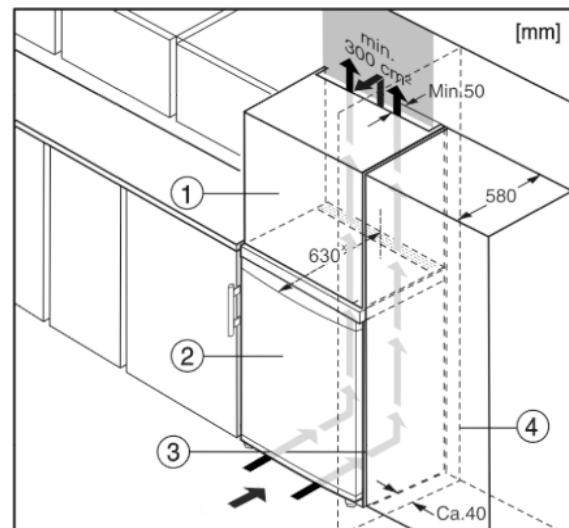

Fig. 5
Уредът може да е обграден с кухненски шкафове. За да изравните височината на уреда Fig. 5 (2) с височината на вградената кухня, над уреда може да се постави шкаф-пристройка Fig. 5 (1).
При вграждане с кухненски шкафове (дълбочина макс. 580 мм), уредът може да се постави директно до кухненския шкаф *Fig. 5 (3)*. От страни уредът е издаден на 34 мм\*, а в средата на уреда - на 50 мм\* спрямо предната страна на кухненския шкаф.
Когато уредът се постави с шарнири близо до стена *Fig. 5 (4)*, разстоянието между уреда и стената трябва да бъде поне 40 мм. Това е разстоянието, на което дръжките излизат напред при отворена врата.